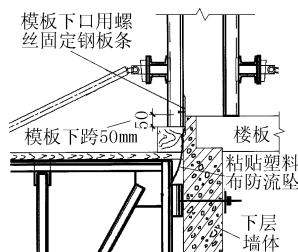

图 1 层间接缝处理
50mm,板面下口用螺丝固定钢板条形成墙面层间凹槽,钢板条厚 10mm,宽 125mm。如图 1 所示。
(2) 设置角模防撬孔 角模上端加设防撬孔,拆角模时将钢管插入防撬孔内拆模,防止混凝土墙面受损。
(3) 避免穿墙螺栓与钢筋碰撞 为避免墙体钢筋与穿墙螺栓位置重合发生碰撞模板现象,对墙体钢筋采取微调。首层结构施工时,先确定穿墙螺栓的左右位置及高度,再排布钢筋,如位置重合,在下一层墙体钢筋绑扎时将竖向钢筋在 16 的规范要求范围内调位,在本层钢筋绑扎时调整水平钢筋的高度,超出间距要求时加筋。
(4) 墙面无流坠施工 为防止上层墙体浇筑时水泥浆流坠污染下层墙面,先在已完工的下层墙面上口凹槽内用透明胶带将 30cm 宽塑料布牢固粘贴在墙面上,再在塑料布上粘贴海绵条防止模板下口漏浆(见图 1)。